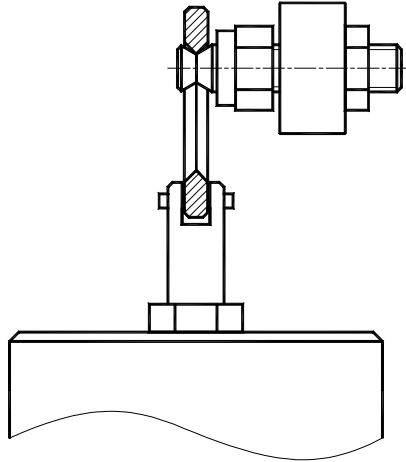
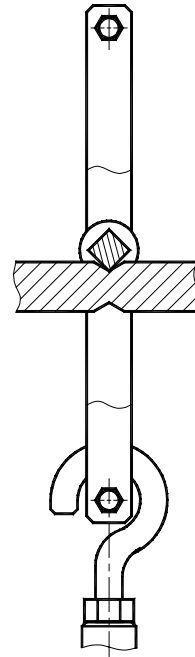

图 4.3
图 4.4
- 4.5 本试验机共有 4 个砝码，均在其上端面打有识别标记，对应图 4.1 中 1、2、3、4 位置。打开试验机侧门，去掉所有弹性包装带，开始安装砝码。顺序为：首先装砝码 1，悬挂在下杠杆相应挂槽内；然后依次安装砝码 4、3、2，均悬挂在上杠杆上。其中 1、2 悬挂方式见图 4.3，3、4 悬挂方式见图 4.4，注意必须保证刀口正确安装在 V 型槽内。